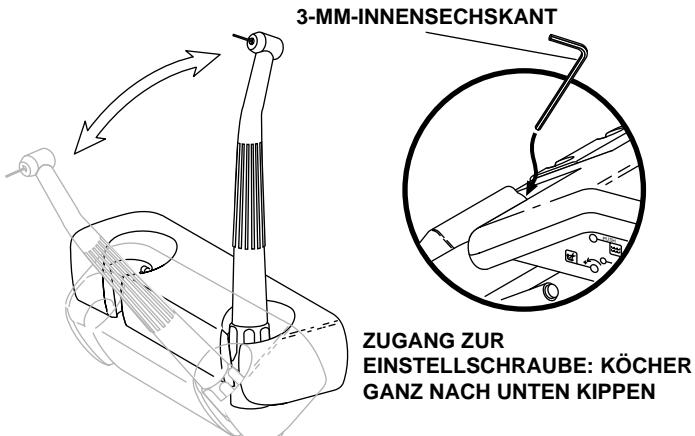

Bild 11A. Instrumentenköcher als kompakte Einheit
- Lockern Sie die in Bild 11A und 11B gezeigte Einstellschraube, bzw. ziehen Sie sie fester an.